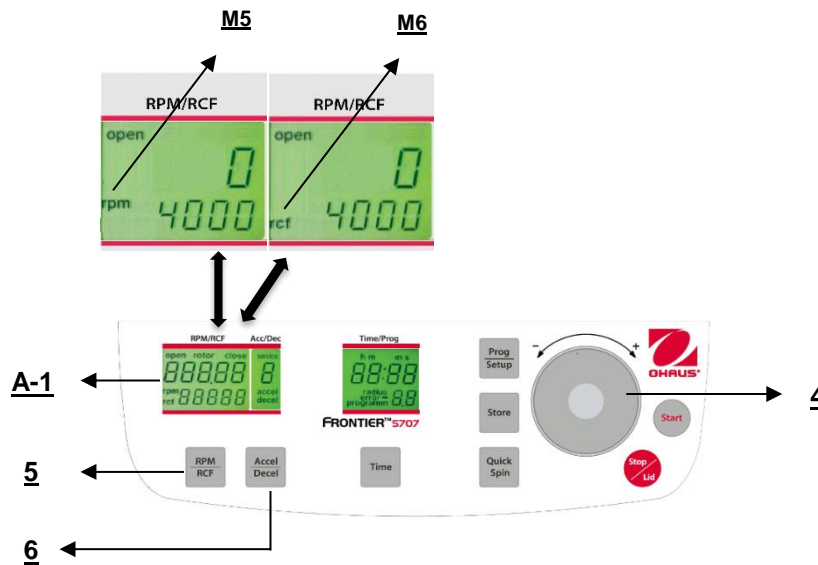

Figura. 16
Questa preselezione è attivata mediante il tasto "**RPM/RCF**" (5) (fare riferimento alla figura 16 qui di seguito). Premendo una volta il tasto, la parola "**rpm**" (M5) lampeggia. Premendo due volte il tasto, è possibile selezionare la preselezione delle forze centrifughe. Poi compare la parola "**rcf**" (M6) lampeggiante. E' possibile impostare i valori desiderati mediante la quadrante di regolazione (4). Nel display (A-1), il valore regolato è visualizzato in permanenza, prima, durante e dopo il funzionamento.